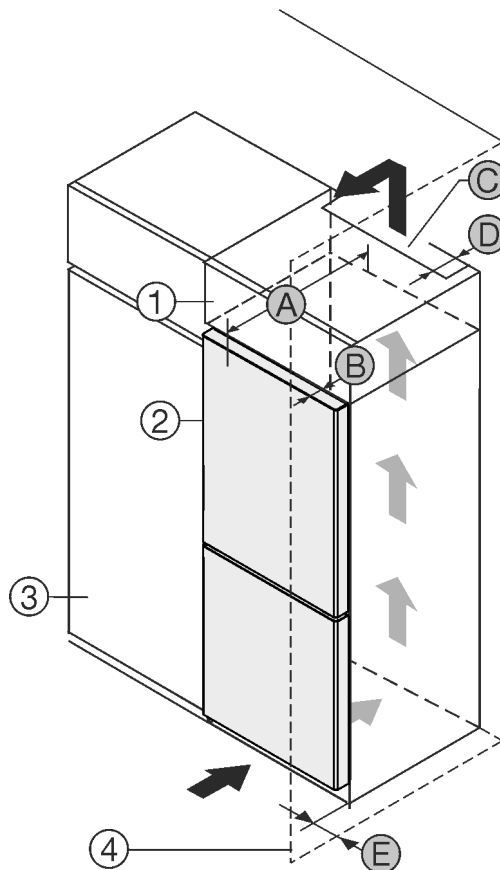

Fig. 1
Prietaisą galite statyti iš karto šalia virtuvės spintelės Fig. 1 (3)\*.
Galiniėje uždedamos spintelės pusėje turi likti tarpas ventiliacijai, kurio gylis Fig. 1 (D) būtų per visą uždedamos spintelės plotį.\*
Po patalpos lubomis turi būti laikomasi vėdinimo angos skerspjūvio Fig. 1 (C).\*
Jei prietaisas su lankstais statomas greta sienos Fig. 1 (4), mažiausias atstumas tarp prietaiso ir sienos turi būti 13 mm.\*
Jei prietaisas su lankstais statomas greta sienos Fig. 1 (4), mažiausias atstumas tarp prietaiso ir sienos turi būti 20 mm.\*
Kad durys atsidarytų iki galo, palyginti su šaldytuvo priekiu, prietaisas turi išsikišti bent per savo durų gylį Fig. 1 (B). Priklausomai nuo virtuvės spintelių Fig. 1 (3) gylio ir atstumų iki sienos nustatančių detalių naudojimo, prietaisas gali išsikišti daugiau.\*